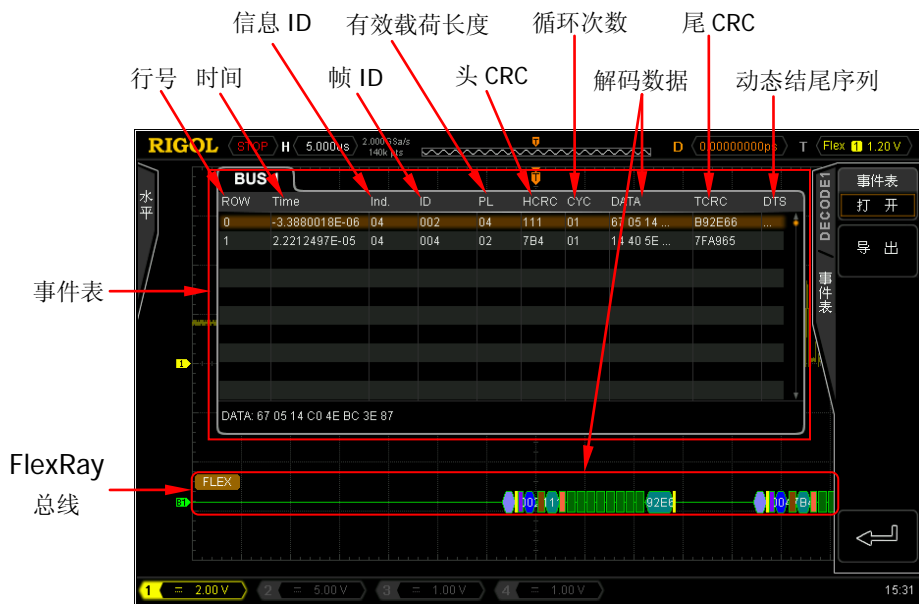

图 7-7 FlexRay 解码
按 **BUS 状态** 软键打开或关闭 Decode1 的显示。您也可以按 **Decode1** 软键切换当前 Decode1 显示的开/关状态。打开总线显示时，如图 7-7 所示。
1) 按 **事件表** 软键打开或关闭事件表。事件表打开时，如图 7-7 所示。